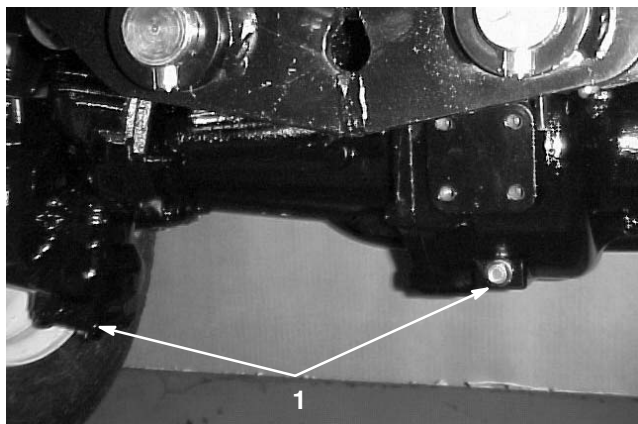

Bild 69
2. Reinigen Sie den Bereich um die drei Ablassschrauben, d. h. jeweils eine an beiden Enden und eine in der Mitte (Bild 69).